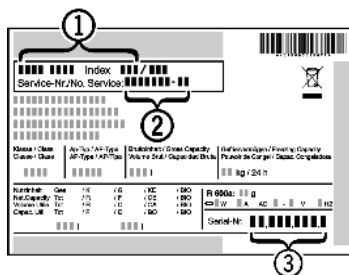

Fig. 7
- Наименование устройства Fig. 7 (1), сервисный № Fig. 7 (2) и серийный № Fig. 7 (3) считайте с заводской таблички. Заводская табличка находится внутри устройства слева.
- Обратитесь в сервисную службу и сообщите вид неисправности, наименование устройства Fig. 7 (1), сервисный № Fig. 7 (2) и серийный № Fig. 7 (3).